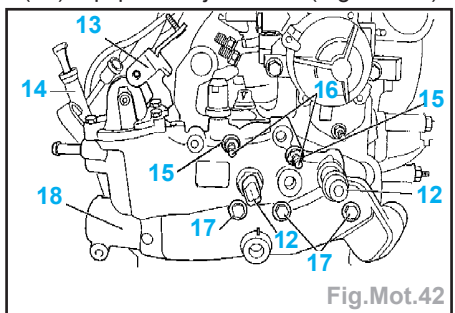

Fig.Mot.42
- Reposer le collecteur de sortie d'eau (18) équipé d'un joint neuf (Fig.Mot.42).